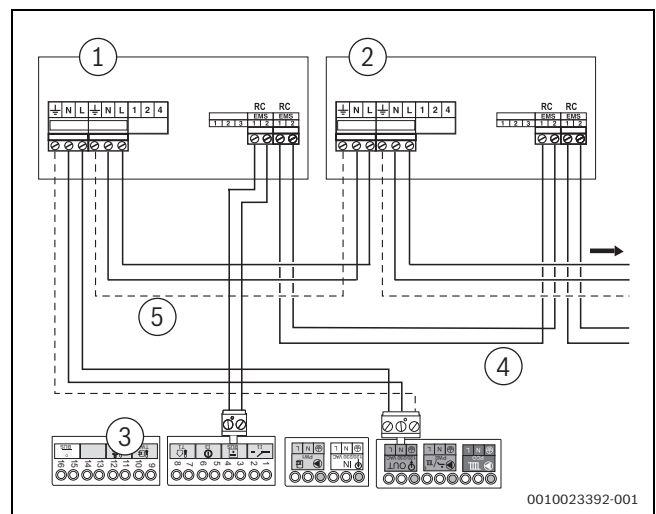

Bild 51 Anschluss mehrerer Funktionsmodule
- EMS-Busanschluss des ersten Moduls für das zweite Modul verwenden. Hierzu das mit dem Modul mitgelieferte Kabel verwenden (→ Bild 51, [4]).